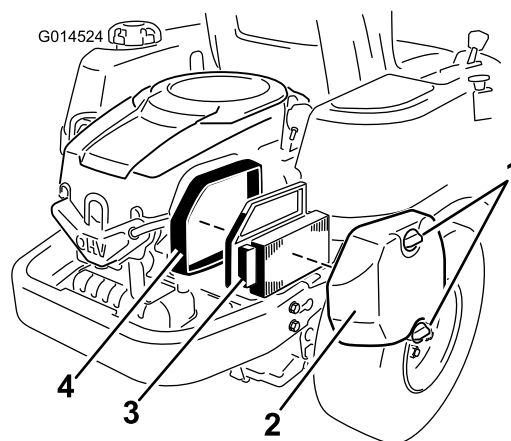

Figura 30
1. Togliete il coperchio del filtro dell'aria (Figura 30).
2. Rimuovete l'elemento del filtro dell'aria con la tenuta in gomma integrale (Figura 30).
5. Installate l'elemento del filtro dell'aria con il lato piegheggiato rivolto verso l'esterno e appoggiate la tenuta in gomma sui bordi della base del filtro dell'aria (Figura 30).
6. Rimontate il coperchio del filtro dell'aria e fissateli con le due manopole (Figura 30).